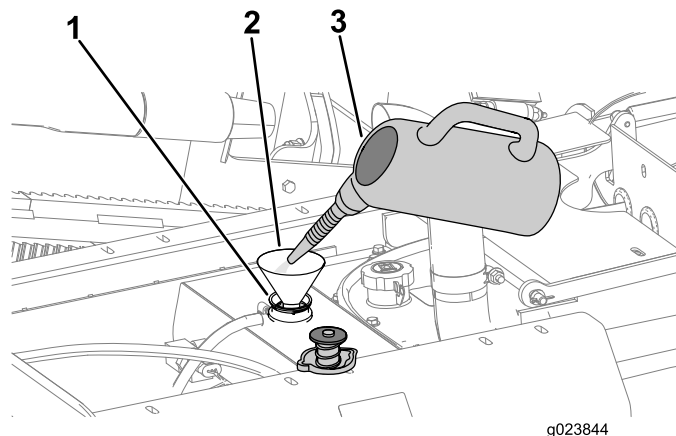

Рисунок 142
- B. Залейте чистящий раствор для системы охлаждения в радиатор через заливную горловину (Рисунок 142).